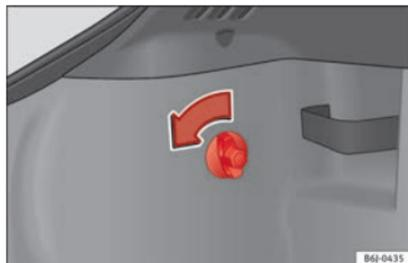

Fig. 108 Acesso aos farolins traseiros.
- Rode o parafuso no sentido da seta com a mão ou com a ajuda de uma chave de parafusos »» Fig. 108.
- Retire o conector do alojamento (A) »» Fig. 108.